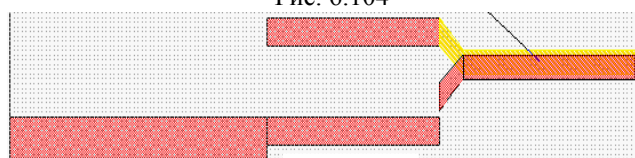

Рис. 6.105
9. Нажмите клавишу **Shift** и щёлкните левой кнопкой мышки по изгибу и подключённому к нему нижнему проводнику, чтобы выделить их. Выберите в меню **Edit>Mirror**, поместите курсор на выделенные проводники, нажмите левую кнопку мышки и, вращая проводники мышкой, создайте их зеркальное отображение так, чтобы можно было подключить их к нижнему проводнику (рис. 6.105).